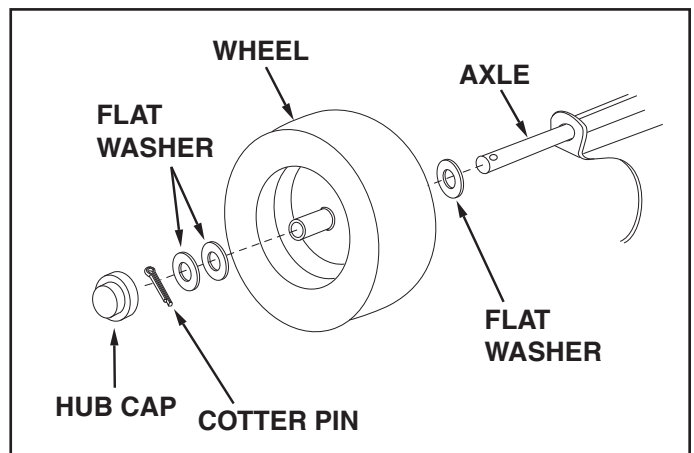

FIGURE 12
17. Assemble a flat washer, a wheel with the valve stem facing out, and two more flat washers onto the axle as shown in figure 12. Secure the wheel on the axle with a cotter pin, spreading the ends. Assemble the hub cap by pressing it onto the flat washers. Repeat on other end of axle.
17. Montez une rondelle plate, une roue avec la tige de soupape faisant face vers l'extérieur, une autre rondelle plate sur l'essieu comme montré dans la figure 12. Fixez solidement la roue sur l'essieu au moyen d'une goupille, en écartant ses extrémités. Montez le chapeau de moyeu en l'appuyant par une pression sur la rondelle plate. Répétez la manœuvre sur l'autre extrémité de l'essieu.